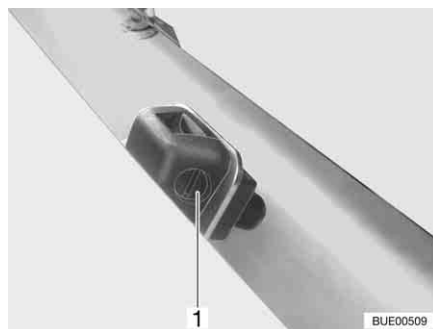

Bild 40 Spolarmunstycke
- Vrid ställskruvan (Bild 40,1) med en lämplig skruvmejsel tills önskat läge nås.